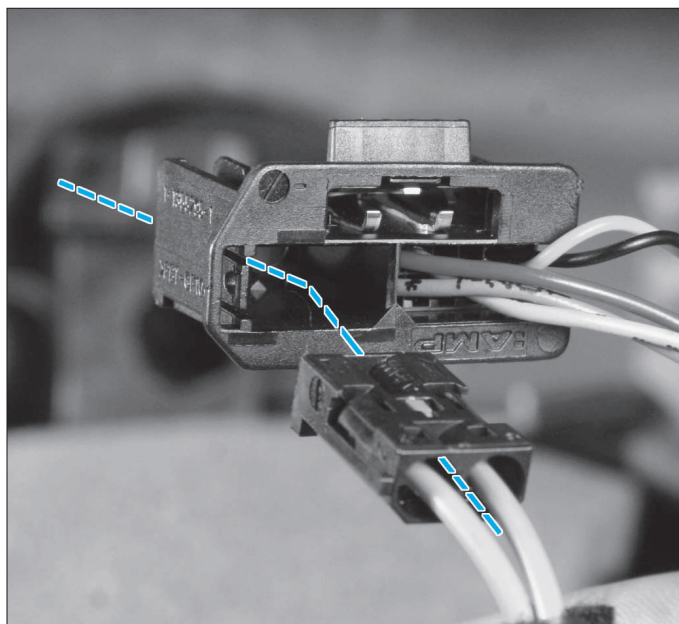

FIG. 49
- Dégager les faisceaux électriques pouvant entraver la dépose de la planche de bord complète (Fig.49).